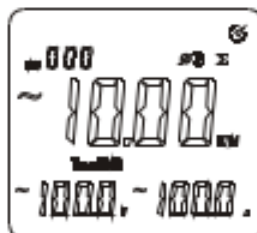

Figura 7-6
- Como se muestra en la figura 7-6, presione la tecla “Σ” para acumular la potencia de la tercera fase .